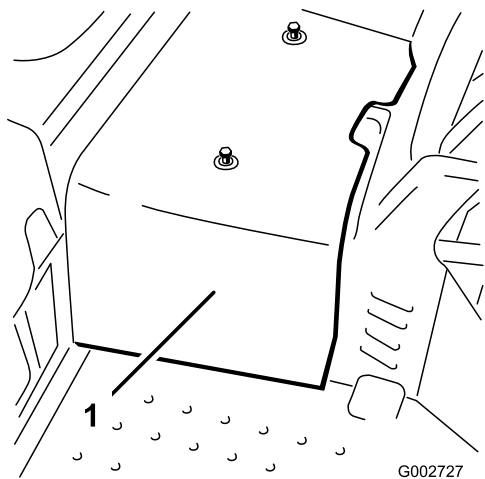

Figura 40
2. Retire las 2 tuercas que fijan la cubierta central a la máquina y retire la cubierta (Figura 40).